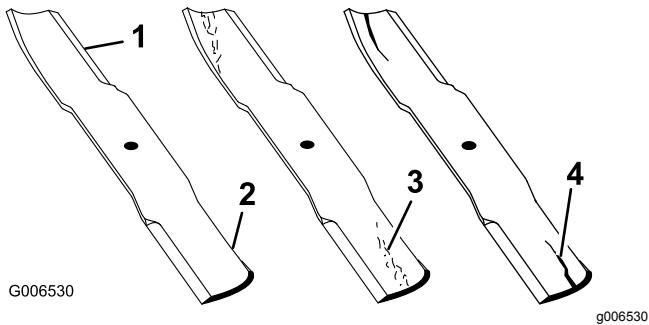

Figura 31
2. Examine cuidadosamente los extremos de corte de la cuchilla, sobre todo en el punto de reunión entre la parte plana y la parte curva de la cuchilla (**Figura 31**). Puesto que la arena y los materiales abrasivos pueden desgastar el metal que conecta las partes curva y plana de la cuchilla, compruebe la cuchilla antes de utilizar la máquina. Si se aprecia desgaste (**Figura 31**), cambie la cuchilla; consulte Cómo retirar e instalar la\(s\) cuchilla\(s\) (página 24).
Si se permite que la cuchilla se desgaste, se formará una hendidura entre la vela y la parte plana de la cuchilla (Figura 31**). Con el tiempo, una parte de la cuchilla podría desprenderse y salir lanzada desde debajo de la carcasa, posiblemente causando lesiones graves a usted o a otra persona.**